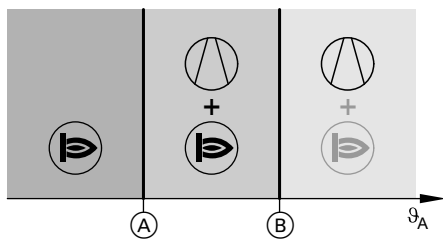

Abb. 11
Die Temperaturgrenze Alternativbetrieb Ⓐ (siehe Abb. 11 und 12) wird von der Wärmepumpenregelung berechnet.
Die Temperaturgrenze Alternativbetrieb Ⓐ (siehe Abb. 11 und 12) und die Bivalenztemperatur Ⓑ (siehe Abb. 11) werden mit „Ausschaltgrenze Wärmepumpe bivalenter Betrieb 7B0F“ und „Bivalenztemperatur externer Wärmeerzeuger 7B02“ fest eingestellt.
**Einschaltbedingungen für Bereich ① + ②: Siehe Abb. 11 und 12.**
**Einschaltbedingungen für Bereich ① + ②: Nur bei bivalent paralleler Betriebsweise, siehe Abb. 11.**
**Einschaltbedingungen für Bereich ③: Siehe Abb. 11 und 12.**